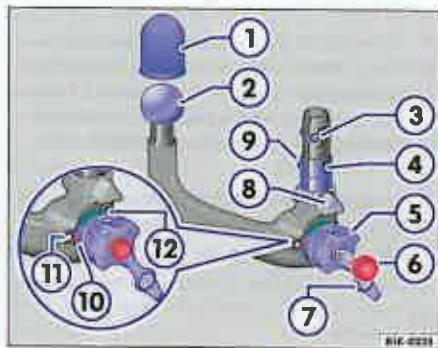
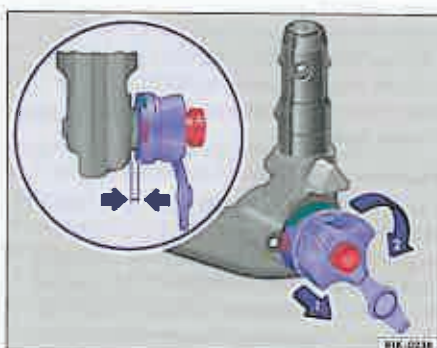

Fig. 45 Imagine generală: Cupla sferică demontabilă
Fig. 46 Pretensionarea cuplei sferice.
Legenda ⇒ fig. 45
- Îndepărtați capacul ⑦ de pe încuietore și introduceți cheia ⑥ în încuietore.
- Rotiți cheia ⑥ până când săgeata de pe cheie este îndreptată spre simbolul "deschis".
- Cu mâna dreaptă trageți rozeta ⑤ în sensul indicat de săgeată ⇒ fig. 46 ①, mențineți-o în această poziție și rotiți-o în sensul săgeții în față ②. Cupla sferică este acum tensionată. Marcajul roșu ⇒ fig. 45 ⑩ trebuie să fie îndreptat spre marcajul alb ⑪ de pe cupla sferică. Rotița se distinge clar de cupla sferică. S-a creat un spațiu de cca. 4 mm ⇒ fig. 46 (prin lupă).
- Verificați dacă toate bilele de blocare ⇒ fig. 45 ③ intră complet în manșonul ④ al cuplei sferice.
- Apăsăți cu putere în sus, până când cupla se fixează. Atenție ca cele două elemente de centrare ⇒ pagina 58, fig. 45" ② să intre în orificiile din autovehicul.
- Rotiți cheia ⑥ din rozetă contrar acelor de ceas și scoateți cheia.
- Introduceți capacul ⑦ pe încuietore și așezați cheia în trusa de scule.
- Îndepărtați capacul ⑦ de pe încuietorea rotiței și introduceți cheia ⑥ în încuietore.
- Cu mâna dreaptă trageți rozeta ⑤ în sensul indicat de săgeată ⇒ pagina 58, fig. 46" ①, mențineți-o în această poziție și rotiți-o în sensul săgeții ② în față, până la limită.
- Când diametrul cuplei sferice ⇒ pagina 58, fig. 45" ② mai prezintă într-un loc ales la întâmplare 49 mm, cupla sferică nu mai trebuie utilizată.
• Dispozitivul de remorcă poate fi utilizat și pentru tractarea altor autovehicule ⇒ caietul 3.3 "Sfaturi și întreținere", capitolul "Inelul de tractare spate". Cupla sferică ⇒ pagina 58, fig. 45
② trebuie să se găsească întotdeauna în autovehicul.